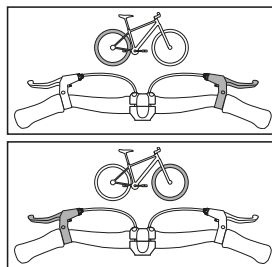

Fig. 1: disposition des leviers de frein
- ↳ Familiarisez-vous avec la disposition des leviers de frein. Le levier droit commande le frein arrière, et le levier gauche, le frein avant (Voir Fig. 1).